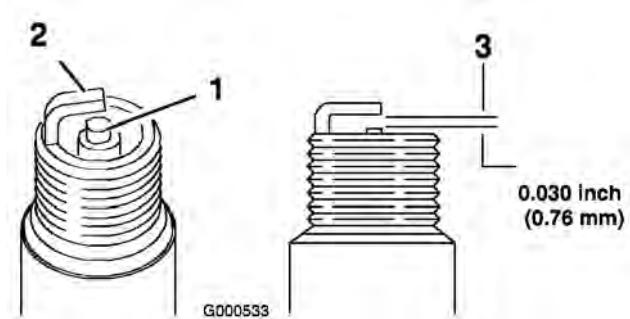

Figura 50
1. Controllate il centro delle candele (Figura 50). Se l'isolatore ha una patina marrone chiaro o grigia, il motore funziona correttamente. Una patina nera sull'isolatore significa in genere che il filtro dell'aria è sporco.
2. Verificate la distanza tra gli elettrodi centrale e laterale (Figura 50), e se non è esatta piegate l'elettrodo laterale.